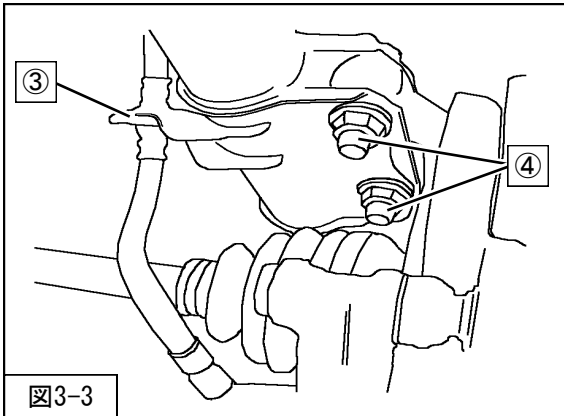

図3-3
4. ③ブレーキホース取付クリップを取外し、ブレーキホースをサスペンションステーから取外してください。(図3-3)
5. ④リアサスペンションASSYロア取付ボルト・ナットを取外してください。(図3-3)